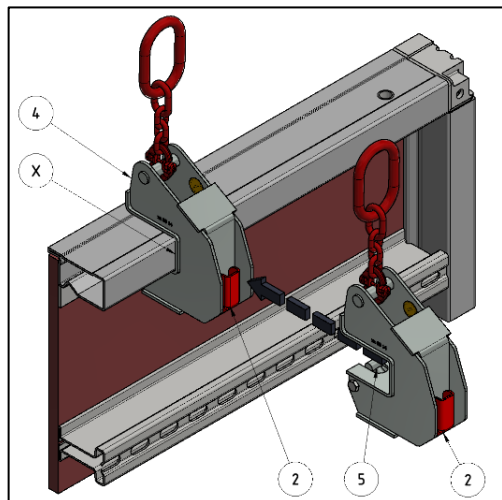

Figure 5 : Pose du crochet de grue NOEtop
Pousser le crochet de grue selon la figure 5 sur le profilé NOEtop jusqu'à ce qu'il soit totalement en contact avec le profilé (voir 7). La goupille de sécurité (5) se prend automatiquement dans le profilé.
<p>La manette de commande (2) doit à nouveau se trouver en position initiale correcte (figure 5) contre le crochet de grue NOEtop (4).</p>
Poser la charge de telle sorte que la manette de commande (figure 5) ne cogne pas et que le crochet de grue *NOEtop* ne porte pas contre un obstacle !
La manette de commande (2) doit à nouveau se trouver en position initiale correcte (figure 5) contre le crochet de grue NOEtop (4).